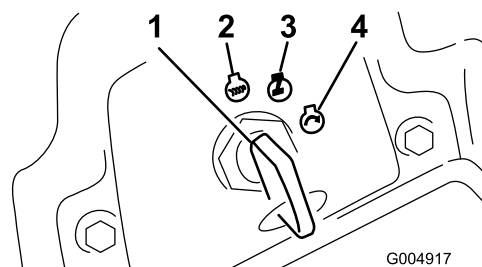

Figure 17
5. Tournez la clé de contact dans le sens horaire à la position CONTACT (Figure 17).
2. Tournez la clé de contact à la position ARRÊT (Figure 17). Attendez l'arrêt de toutes les pièces mobiles avant de quitter la position d'utilisation.